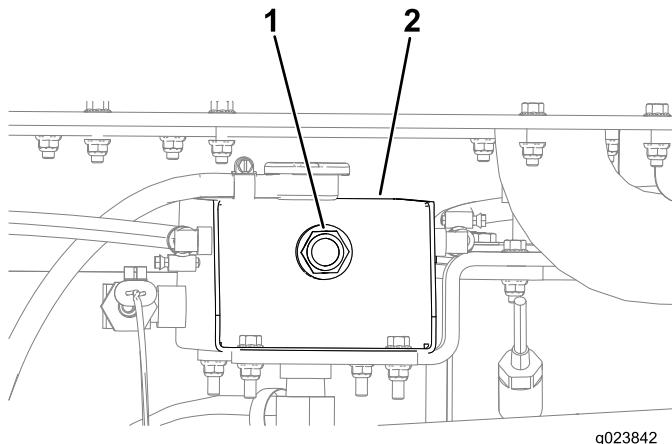

Figura 140
4. Compruebe el nivel de refrigerante observando la mirilla del extremo del depósito del radiador (Figura 140).